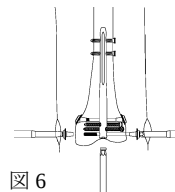

図 6
- ドライバーを用いてエンドキャップを抜去し, 遠位部のフルスレッドスクリュー, 顆部用シャフトスクリュー及び顆部用ロックナットを抜去します。 (図 6)